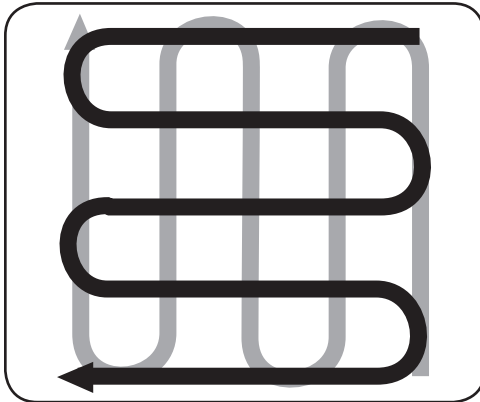

Figura 3-8
- Cuando termine en una dirección, realice una segunda pasada en ángulo recto, según se muestra en la Figura 3-8. Traslape cada pasada para obtener mejores resultados (en terreno muy duro, puede ser necesario realizar tres o cuatro pasadas para pulverizar el suelo a fondo).